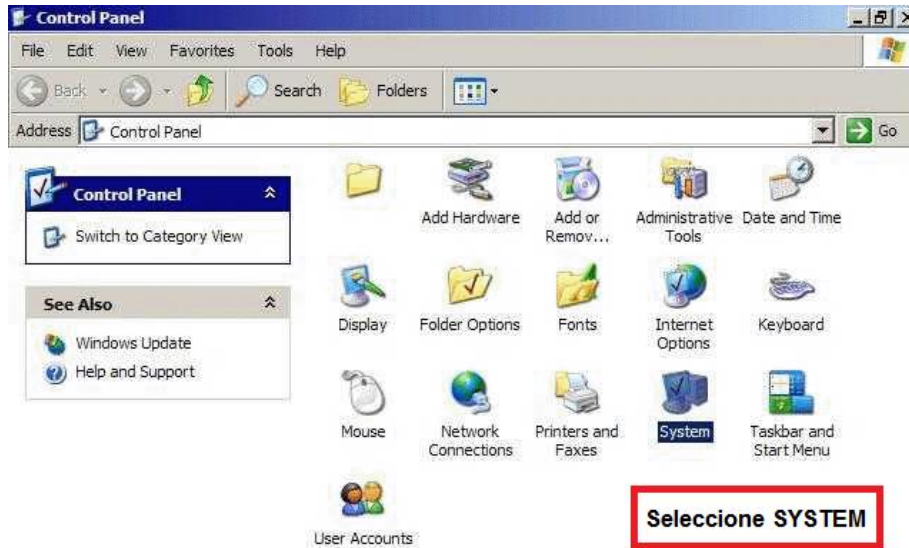

FIGURA 12.11.2
4. Haga doble clic en el icono de **System**. Ver Figura 12.11.2.